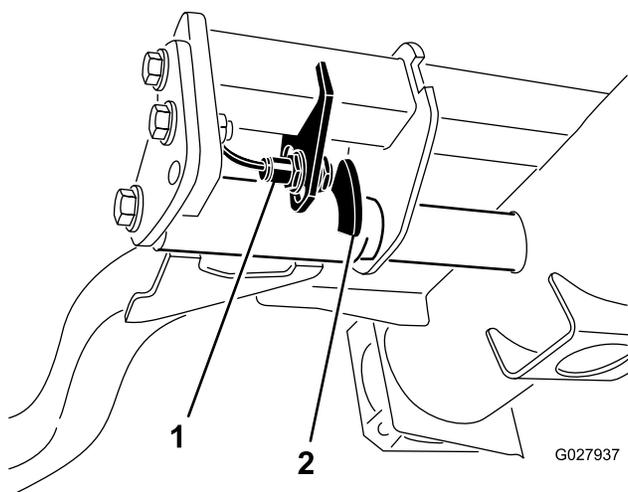

Рисунок 68
2. Переключатель подъемного рычага расположен под гидравлическим баком позади переднего правого подъемного рычага (Рисунок 68).
3. Ослабьте крепежные винты переключателя и переместите переключатель вниз, чтобы увеличить высоту поворота подъемного рычага, или переместите переключатель вверх, чтобы уменьшить высоту поворота подъемного рычага (Рисунок 68).